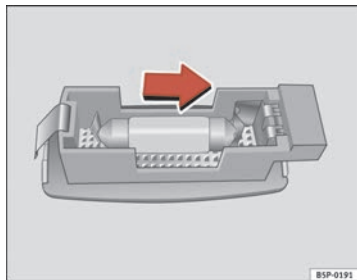

Fig. 197 Desmontaje luz del parasol
- Retire la luz con cuidado, utilizando el destornillador por su parte plana, tal como indica la figura ⇒ fig. 197.
- Retire la lámpara, moviéndola en el sentido de la flecha y hacia afuera ⇒ fig. 197. ■